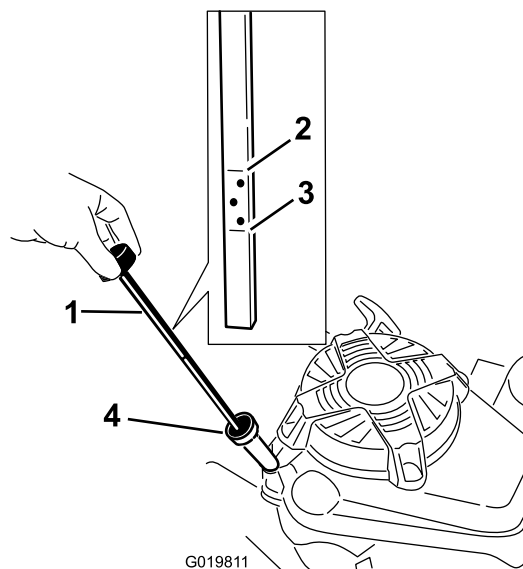

Figure 6
- Observez le niveau d'huile indiqué par la jauge (Figure 6).
- Si le carter est vide, versez de l'huile dans le goulot de remplissage jusqu'à ce que le carter soit rempli aux 3/4 (Figure 6).